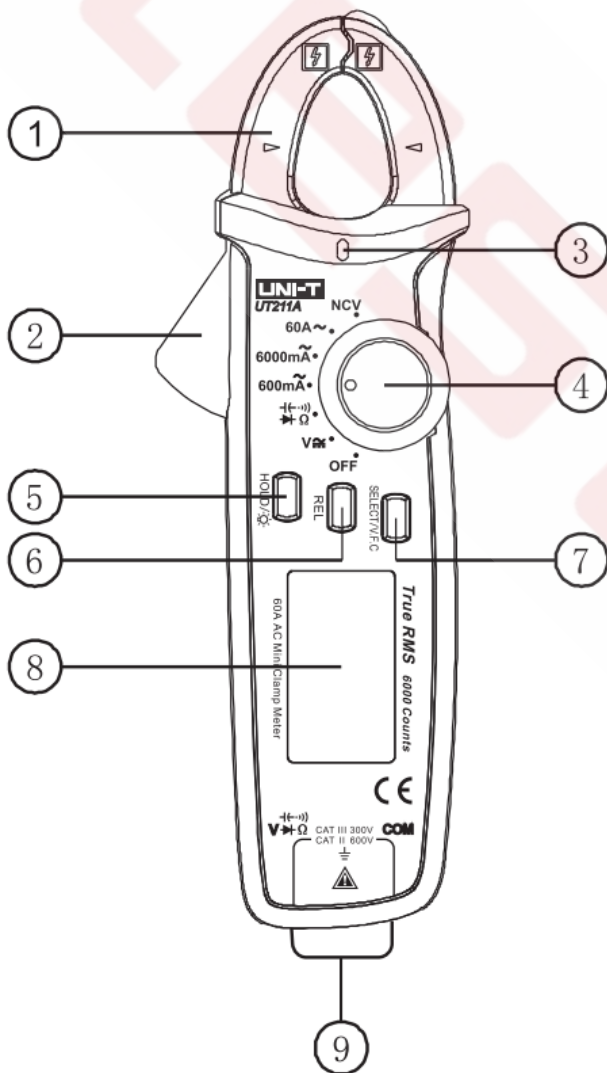

Рисунок 1
6. Схема мультиметра (см. рисунок 1)